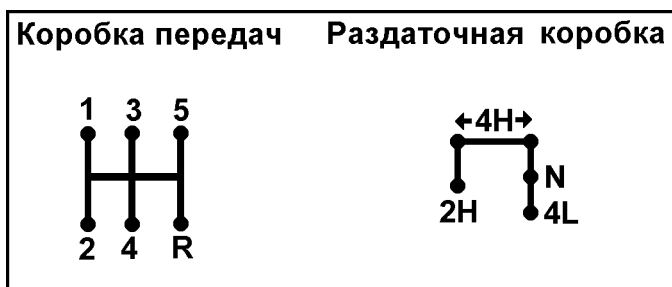

Рис. 3.6. Положения рычагов коробки переключения передач и раздаточной коробки:
**12 -рычаг включения переднего моста и понижающей передачи.** (Положения рычага см. на рис. 3.6).
**13 -рычаг переключения передач.** (Положения рычага см. на рукоятке рычага переключения передач и на рис. 3.6).